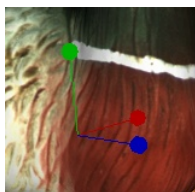

Рис. 8.8: Элемент управления в режиме масштабирования
- Переместите центр элемента управления (Рис. 8.8) или один из его круглых концов в окне *3D вида*.